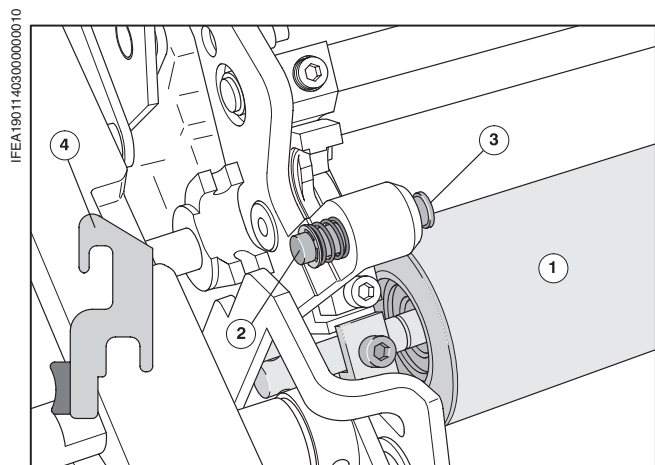

Рис. 9 Установка уплотнителей
После чистки, а также после монтажа **накатного валика увлажнения** (Рис. 9/①) и **увлажняющего растирочного валика** установите уплотнители (Рис. 9/④). Пластмассовый уплотнитель должен быть обращен к телу валика, скошенная сторона держателя уплотнителя - к формному цилиндру.
- ① Продвиньте вниз уплотнитель (Рис. 9/④) между опорой подшипника накатного валика увлажнения и торцевой стороной этого валика.
- ③ Зацепите держатель уплотнителя выемкой за отжатый болт (Рис. 9/③) и слегка нажмите вниз.
- ④ Отпустите подпружиненный болт (Рис. 9/②).
- ⑤ Таким же образом установите уплотнитель на другой стороне.
- ⑥ Закройте защитное ограждение над формным цилиндром.